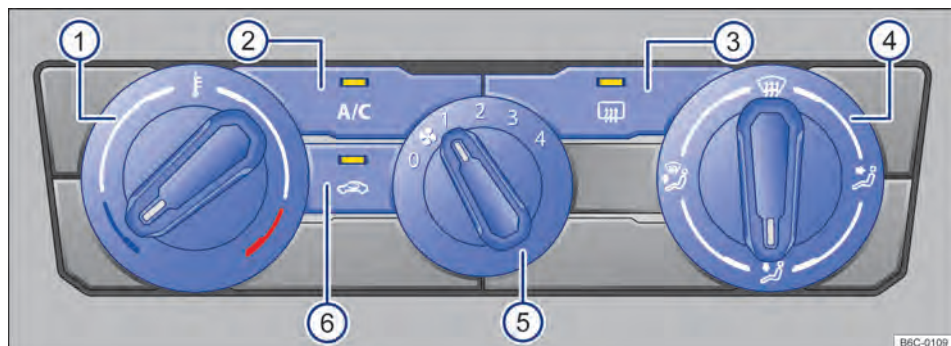

Fig. 80 Mandos del aire acondicionado.
- Aire acondicionado: girar el regulador del ventilador al nivel 0 → fig. 80 (5).
- Aire acondicionado: presionar la tecla **A/C** → fig. 80 (2) para conectar y desconectar el funcionamiento de la refrigeración.
- *Aire acondicionado*: girar el regulador rotativo izquierdo → fig. 80 ①.
- *Aire acondicionado*: girar el regulador del ventilador → fig. 80 ⑤.
- *Aire acondicionado*: presionar la tecla  → fig. 80 ⑥.
- *Aire acondicionado*: girar el regulador de la derecha → fig. 80 ④ a la posición deseada.
- *Aire acondicionado*: girar el regulador derecho a la ubicación  → fig. 80 ④.
- *Aire acondicionado*: presionar la tecla  → fig. 80 ③.